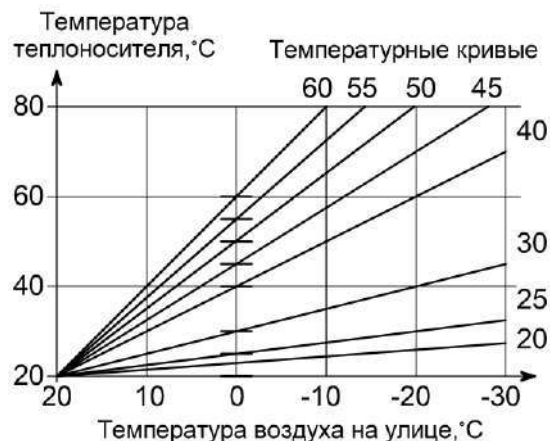
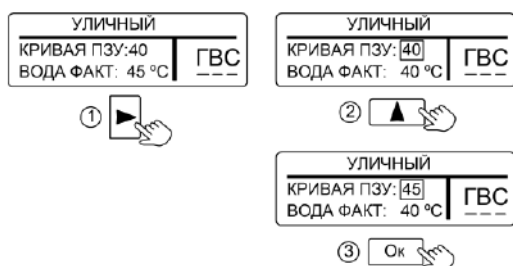

Рисунок 9. Зависимость температуры теплоносителя от температуры воздуха на улице
Рисунок 10. Настройка кривой ПЗУ
**10.4 «УЛИЧНЫЙ»** – режим поддержания температуры теплоносителя в зависимости от температуры воздуха на улице по одной из погодозависимых кривых (см. рис. 9). Датчик температуры воздуха (проводной или радиодатчик) устанавливается на улице. При отсутствии датчика температуры, возможно работа от данных получаемых с метеосервера (см. п. 11.1.8).
Для изменения заводской настройки нужно в соответствии с рис. 9 выбрать ту кривую, при которой в помещении станет комфортно. Если в помещении холодно - следует выбрать кривую с большим номиналом, если жарко - с меньшим. Чем больше величина теплотеря здания, тем выше номер кривой. Изменение значения кривой ПЗУ показано на рис. 10.